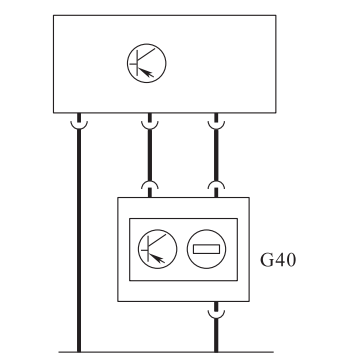

图 4-57 触发轮齿型霍尔式凸轮轴位置传感器与 ECU 连接电路
(3) 电路 触发轮齿型霍尔式凸轮轴位置传感器与 ECU 连接电路如图 4-57 所示。